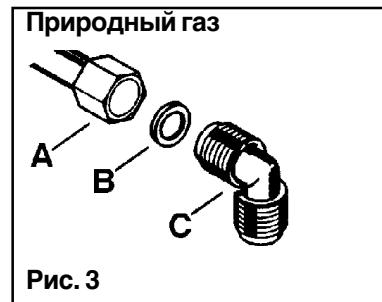

Рис. 3
Проложите уплотнение между компонентами, как показано на рис. 3.
- температура ни одной из его частей не должна превышать комнатную более чем на 30°C; если гибкий шланг, для того, чтобы достичь панели, следует удлинить, сделать это надо, как показано на рис. 3;